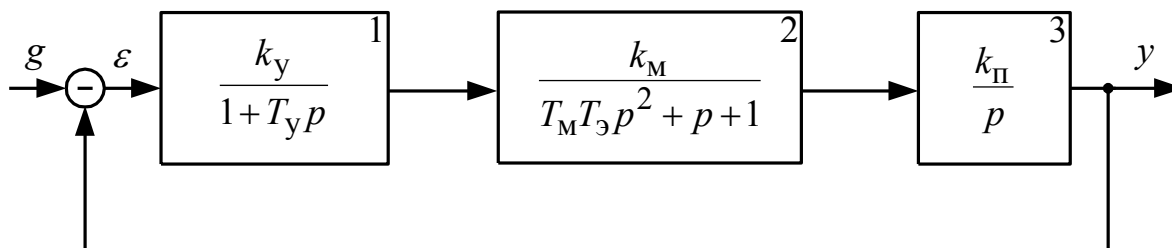

Рис. 9. Структурная схема САУ
1. Набрать схему модели замкнутой САУ, приведенной на рис. 9, с параметрами:  $k_y=10$ ;  $T_y=0,001$ ;  $k_m=3$ ;  $T_m=0,1$ ;  $T_3=0,02$ ;  $k_{\Pi}=0,01$ .
1. Набрать схему модели замкнутой САУ, структурная схема которой приведена на рис. 9 с параметрами:  $k_y=10$ ;  $T_y=0,001$ ;  $k_m=3$ ;  $T_m=0,1$ ;  $T_s=0,02$ ;  $k_n=0,01$ .